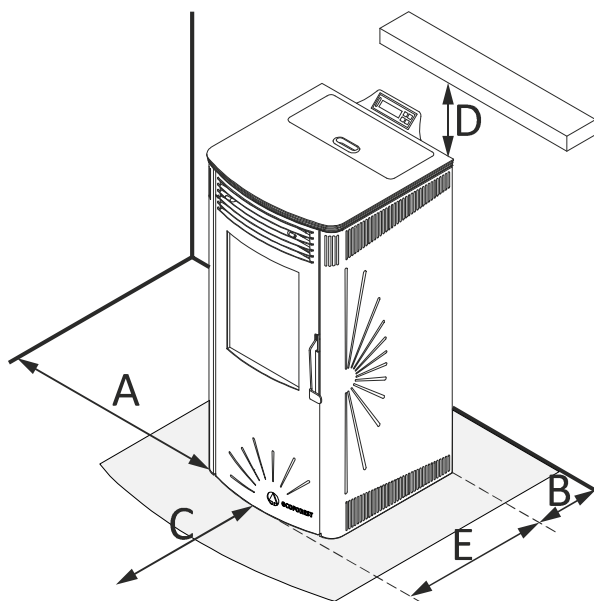

Figura 3
- 4.21.** Confirme os espaços entre a estufa, o combustível e qualquer tipo de material inflamável, confirme na *figura 3*.